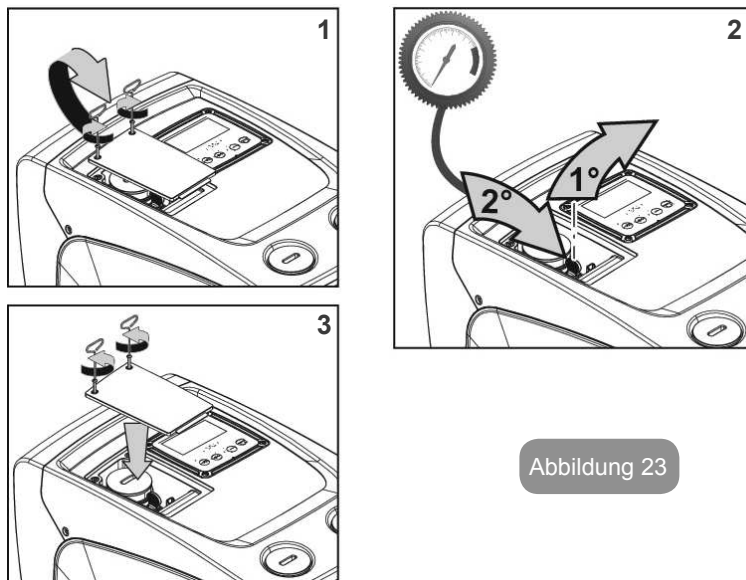

Abbildung 23
1. die Zugangsklappe zum Fach für die außerordentliche Wartung ausbauen (Abb. 1 Seite F), indem die 2 Verschlusschrauben mit dem Zusatzwerkzeug gelöst werden. Es empfiehlt sich die Schrauben nicht ganz zu entfernen, damit sie verwendet werden können, um die Klappe abzuziehen. Darauf achten, dass die Schrauben nach dem Ausbauen der Klappe nicht in das Innere des Systems fallen (Abb. 23);
2. die Gummikappe von dem Ventil des Ausdehnungsgefäßes abziehen (Abb. 23);
3. gemäß der Anleitungen unter Absatz 1.2 auf das Ventil einwirken (Abb. 23);
4. die Gummikappe wieder anbringen (Abb. 23);
5. die Klappe wieder anbringen und die 2 Schrauben festziehen (Abb. 23).